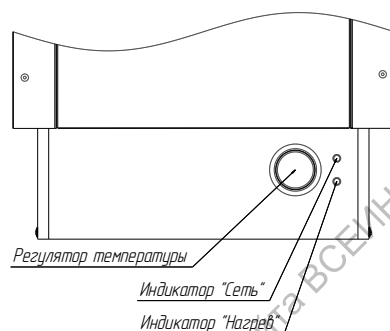

Рис.5. Органы управления
7.2. **ОРГАНЫ УПРАВЛЕНИЯ** каменки представляют из себя терморегулятор и светосигнальную арматуру (индикатор включения и нагрева, рис.5).
При подаче питания на каменку загорается лампа индикации "Сеть", далее необходимо повернуть ручку терморегулятора до щелчка, загорится лампа индикации "Нагрев", что будет сигнализировать о начале работы каменки (рис.5).